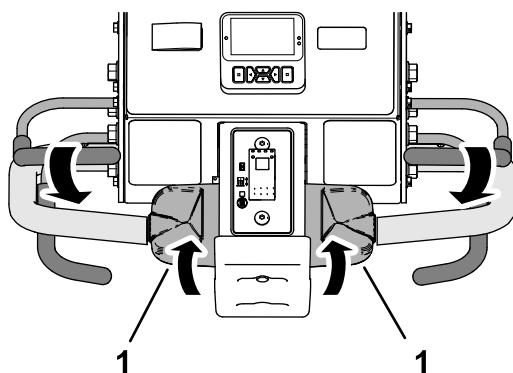

Figura 90
3. Mientras sostiene la barra de presencia del operador contra el manillar, gire lentamente la parte superior del control de tracción hacia atrás (Figura 90).